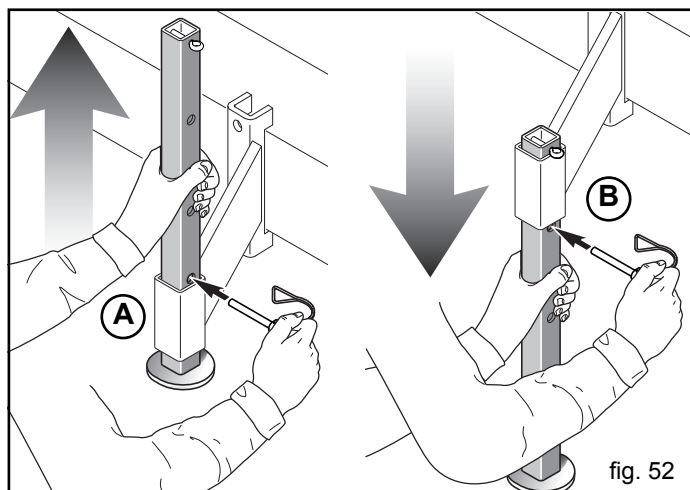

fig. 52
- Levantar el equipo del suelo y quitar los pies de apoyo (A, Fig. 52).
- Poner los pies de apoyo en la posición de aparcamiento (B, Fig. 52).